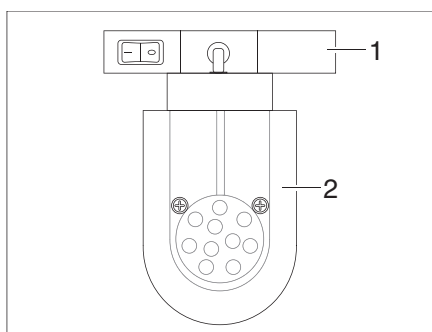

Fig. 146 Faretto a LED (esempio)
- Afferrare il supporto (Fig. 146,1) e girarlo di 90°.
- Togliere il faretto a LED (Fig. 146,2) dal sistema di guide.
- Riapplicare il faretto a LED (Fig. 146,2) nel sistema di guide nella posizione desiderata e girarlo di 90°.